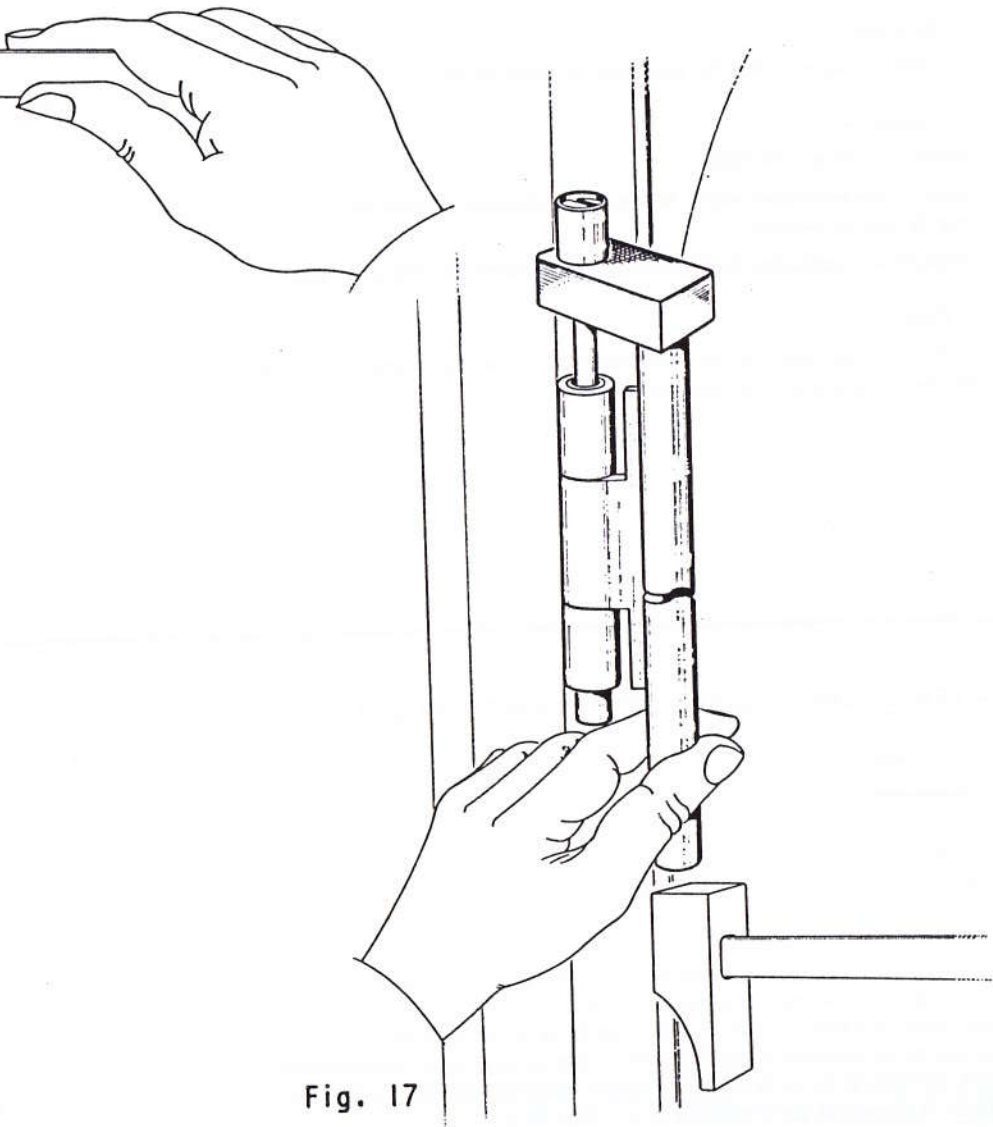

Fig. 17
- 5) Mettre le véhicule sur cales à l'avant, à une hauteur de 40cm environ. Présenter l'outil Wilmonda DOC sur l'axe de la charnière inférieure, visser la bague filetée bien à fond (*collerette côté axe de charnière*), utiliser la pince de l'outillage Wilmonda pour maintenir la bague filetée, puis à l'aide de l'outil en forme de pied de biche et d'un marteau, déposer l'axe de la charnière inférieure (Fig. 17).